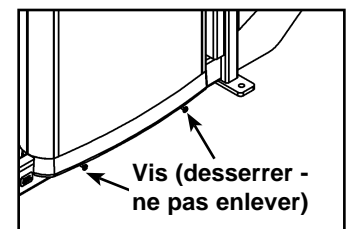

Figure 6
- F. Desserrez les deux vis inférieures illustrées à la figure 6.